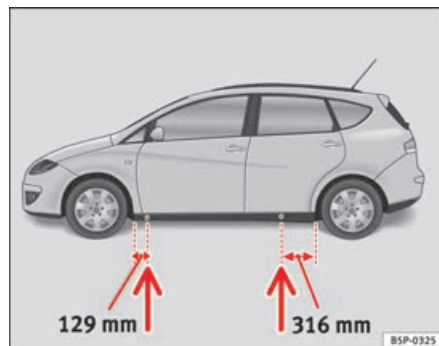

Fig. 179 Pontos de recepção do macaco
- Procure o ponto de recepção na longarina inferior, mais próximo da roda que pretende desmontar ⇒ fig. 179.
Na longarina inferior há depressões que marcam os pontos em que o macaco deve ser aplicado, à frente e atrás ⇒ fig. 179. Foi previsto um local em cada roda. O macaco não pode ser aplicado noutros pontos.